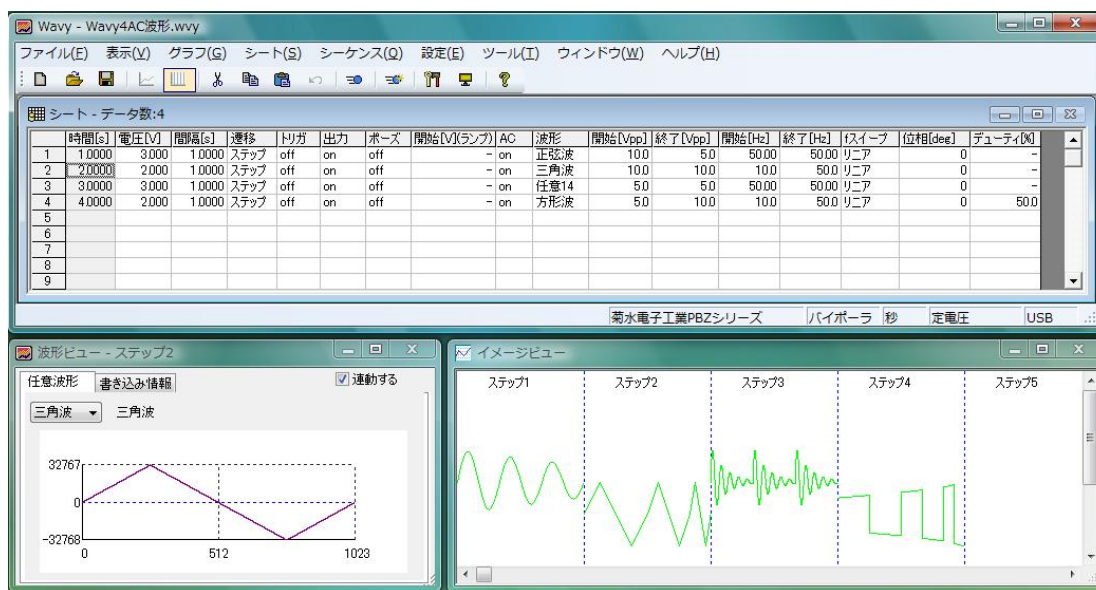

図 6-12 すべてのステップ項目
■ 図 6-12 は、モード設定にて、すべてのステップ項目を選択した場合の例です。